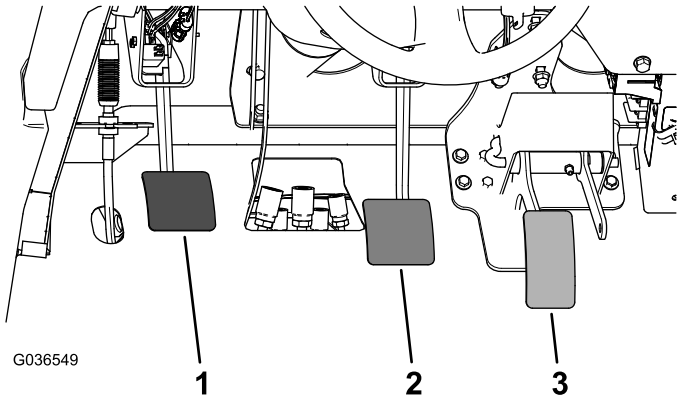

図 62
2. ブレーキペダル図 62を持ち上げてフレームに接触させる。
3. ヨークをマスターシリンダのシャフトに固定しているジャムナットをゆるめる 図 62。